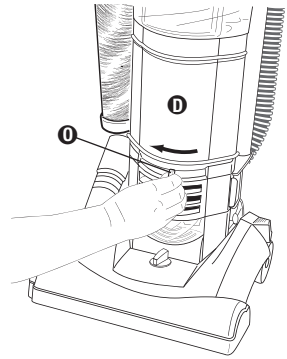

FIG. 12
Step 1: Remove dust cup (D) by sliding dust cup lever (1) from right to left (FIG. 12).
Paso 1: Quite el recipiente para polvo (D) deslizando de derecha a izquierda la palanca (1) del recipiente para polvo (FIG. 12).